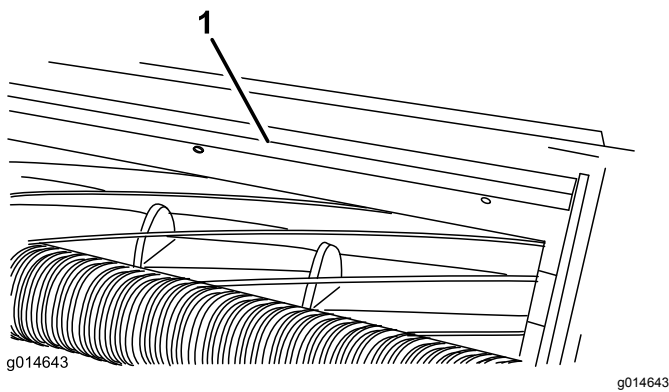

Figura 19
1. Afloje los tornillos que sujetan la barra superior (Figura 19) a la unidad de corte.